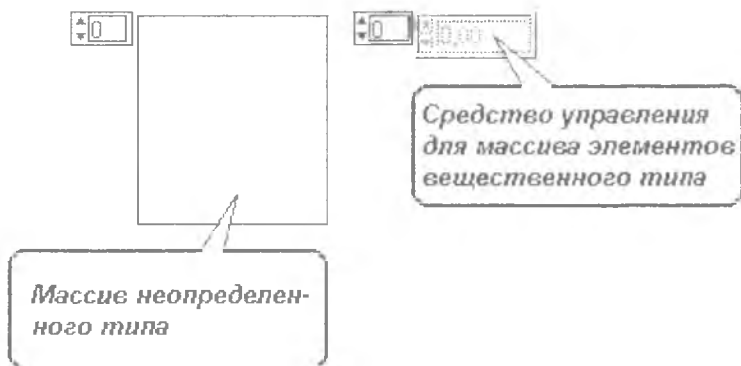

Рис. 3.12. Этапы определения элементов типа "Массив"
3.4.1. Массивы. Выберите из палитры "Array & Cluster" ("Массив и кластер") и разместите на лицевой панели пиктограмму объекта типа "Array" ("Массив"). Пока тип элементов массива не определен, объект представляет собой пустую квадратную рамку. Для того чтобы назначить для объекта конкретный тип данных, щелкните правой кнопкой мыши внутри рамки и выберите из всплывающего меню средство управления или индикатор желаемого типа (см. рис. 3.12).